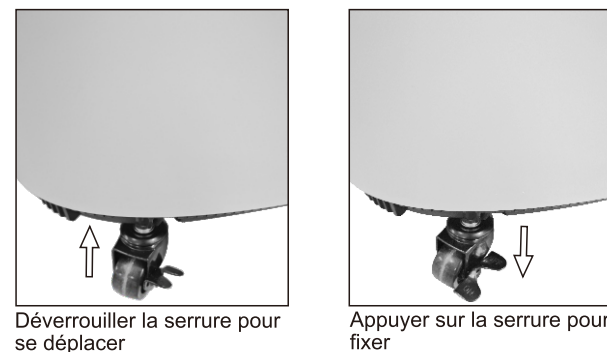

Figure 5 : Roulette
2. Si on souhaite déplacer le concentrateur d'oxygène, déverrouiller les serrures des quatre roulettes. (Figure 5)